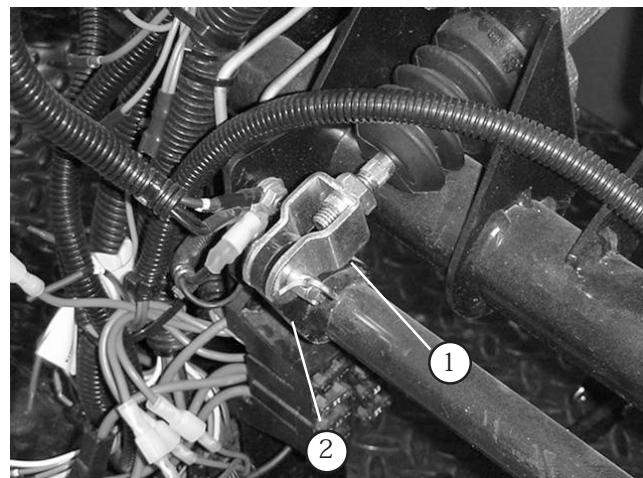

図 60
1. マスター・シリンダのヨークとブレーキ・ペダルをつないでいるコッターピンとクレビスピンを外す (図60)。
3. ヨークをマスター・シリンダのシャフトに固定しているジヤムナット (図60)をゆるめる。